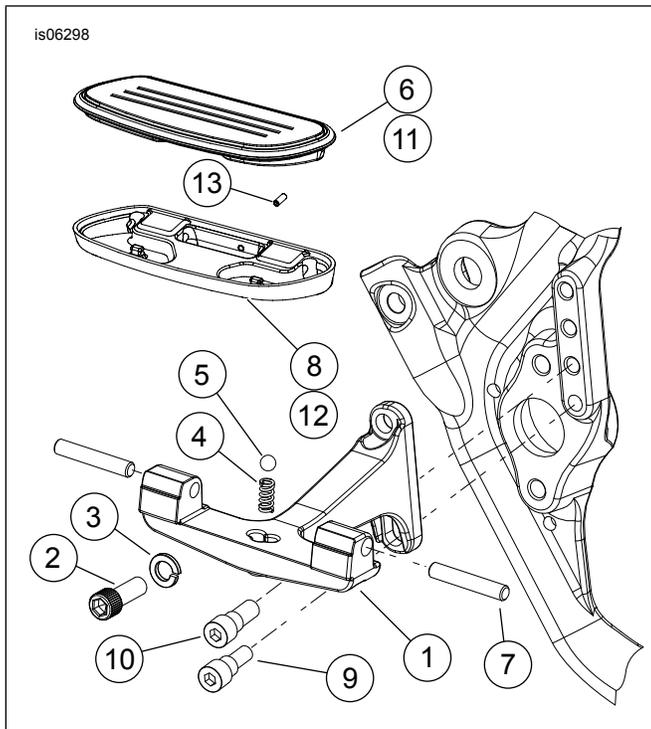

Figure 2. Pièces de rechange : Marchepied passager Streamliner
Voir Figure 2 et Tableau 1 .
1. Figure 2 Insérer le boulon à épaulement (9) ou (10) dans la fente du support de marchepied (1). Serrer.
- a. **Modèles 2010 et ultérieurs** : visser le boulon à épaulement 5/16" (9) dans le trou inférieur du support de bras oscillant arrière du cadre.
- b. **Modèles 2009 et précédents** : visser le boulon à épaulement 3/8" (10) dans le **deuxième trou le plus bas** du support de bras oscillant arrière du cadre.
2. Installer la vis supérieure (2) avec la rondelle plate (3) dans le support (1) de marchepied à la hauteur souhaitée. Serrer.